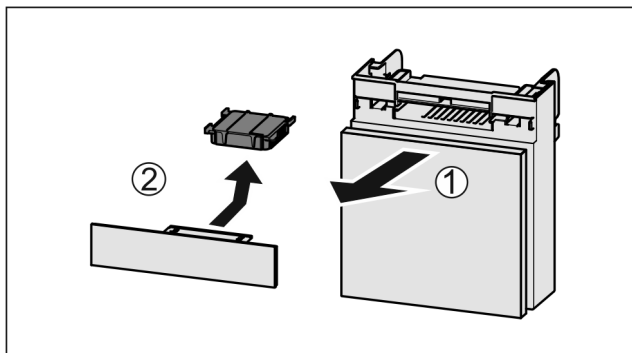

Fig. 77
- Estrarre il vano tirando in avanti Fig. 77 (1).
- Rimuovere il filtro a carboni attivi Fig. 77 (2).